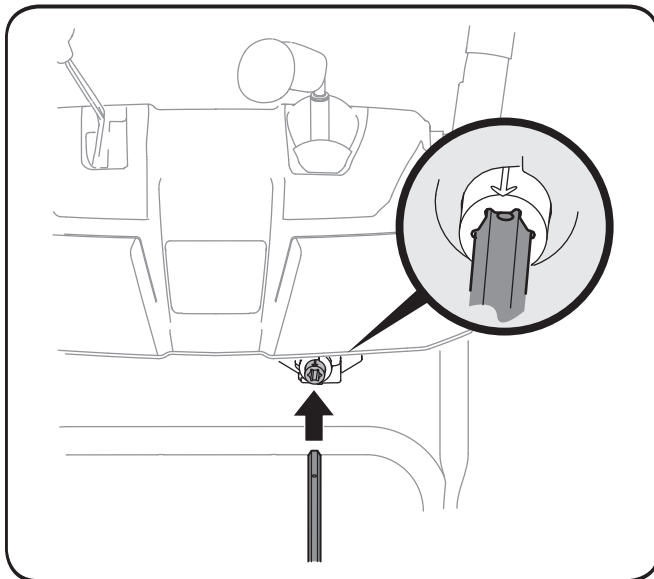

Figura 3-8
6. Inserte la varilla hexagonal dentro del engranaje del piñón por debajo de la palanca de control. Asegúrese de alinear el orificio en la varilla hexagonal con la flecha en el engranaje del piñón. Vea la Figura 3-8.